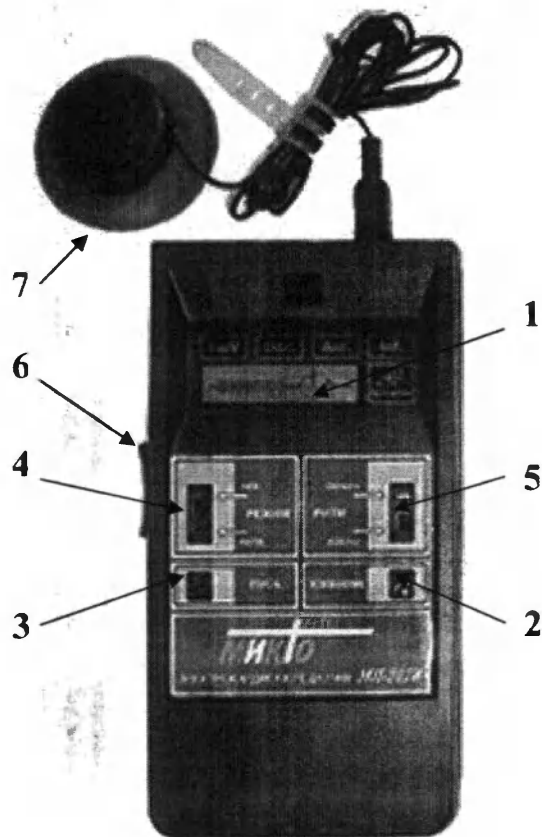

Рисунок 2.
5.1. ЭКП-И выполнен в пластмассовом корпусе (Рис. 2) на верхней крышке которого расположено светодиодное табло (1), служащее для индикации режимов работы прибора, а также выведены кнопки “УСПОКОЕНИЕ” (2) и “ПУСК” (3), используемые для запуска цикла автоматической передачи ЭКГ; два переключателя: “РЕЖИМ” (4) - для переключения режима передачи ЭКГ (“АВТ.” - автоматическая передача трех отведений и “РИТМ” - длительная передача одного отведения) и “РИТМ” (5) - для выбора типа передаваемого длительно отведения (D либо A). Сбоку располагается движковый выключатель питания прибора (6).
5.3. На торце корпуса расположено гнездо для подключения акустического преобразователя (7) и разъем пациента для кабеля отведений (см. Рис. 2). На задней крышке прибора находится шильд со схемой расположения электродов ЭКГ в отведения по Небу и отсек для батареи 9В со съемной крышкой.
6.2. На задней крышке ЭКП прикреплена табличка-шильд по ГОСТ 12969 (Рис. 2), на которой указаны: